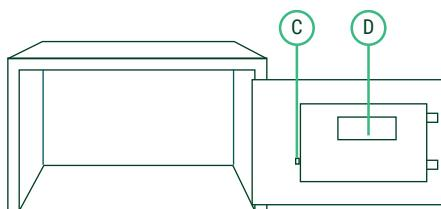

Abb. 2
Öffnen Sie den Safe, nehmen Sie die Kunststoffabdeckung des Batteriefachs an der Innenseite der Tür (Punkt „D“ in Abb. 2) ab und legen Sie die Batterien ein. Vergewissern Sie sich, dass die Batterien richtig eingelegt wurden.
- Drücken Sie bei geöffnetem Safe den roten Taster („C“ in Abb. 2) an der Innenseite der Tür. Es erklingt ein Piepton und das gelbe Lämpchen leuchtet auf.
Öffnen Sie zwecks Batteriewechsel die Abdeckung an der Innenseite der Tür (siehe Punkt D in Abb. 2) und tauschen Sie die Batterien aus.